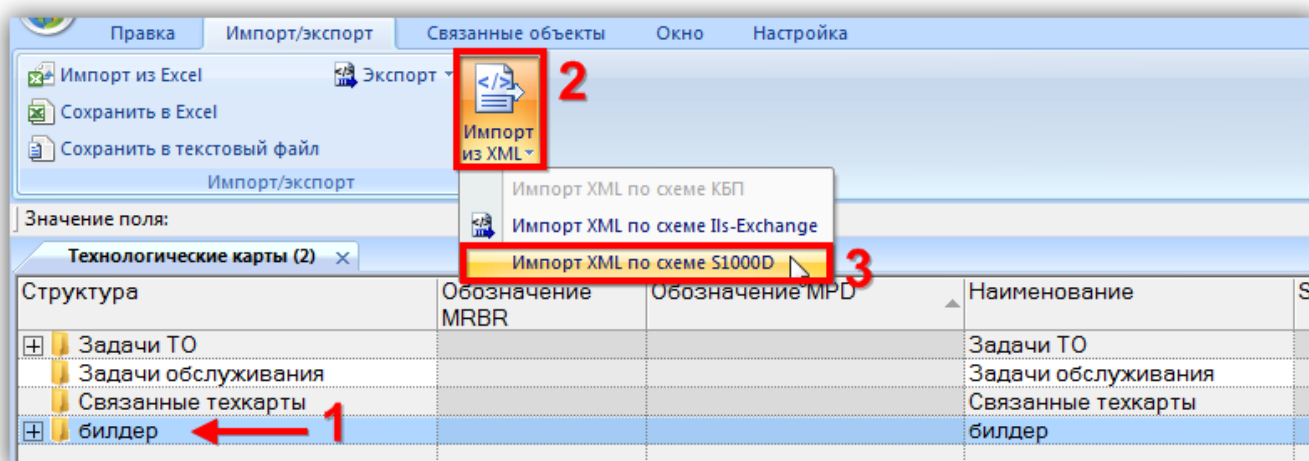

Рис. 12-94 – Импорт ТК в формате XML (S1000D)
- 2) Выбрать в рабочем окне «Технологические карты» папку, в которую будут импортированы ТК (1 на рис. 12-94).
- 3) Нажать кнопку «Импорт из XML» панели «Импорт/Экспорт» и в открывшемся меню выбрать пункт «Импорт XML по схеме S1000D» (2 и 3 на рис. 12-94).